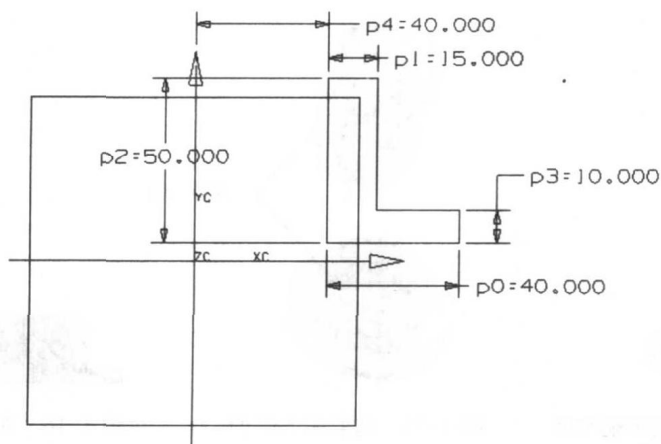

图 1-10 零件 1 的轮廓曲线
(1) 利用 UG 的草图功能, 生成零件 1 的轮廓曲线, 其尺寸如图 1-10 所示。